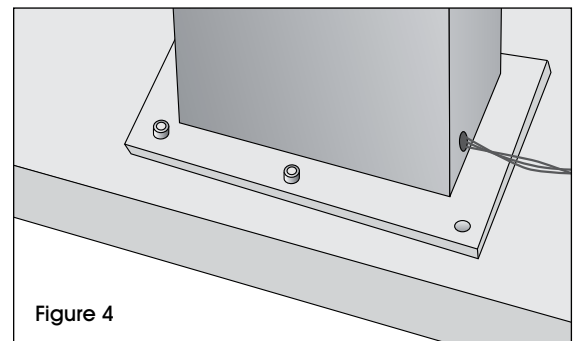

Figure 4
3. Alignez les cinq boulons sur les douilles filetés et serrez complètement. Ensuite, le chariot doit être monté sur la tour. (Voir Figure 4)